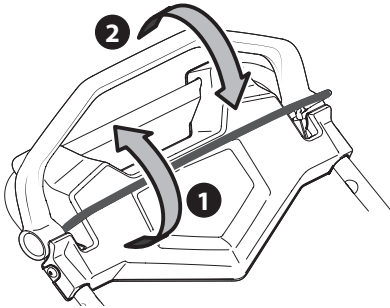

Figure 36
1. Une fois le moteur démarré, serrez la commande de la lame contre la commande d'entraînement et poussez la commande d'entraînement vers l'avant pour faire avancer la tondeuse. Plus vous poussez la commande vers l'avant, plus l'appareil avance rapidement (Figure 36).